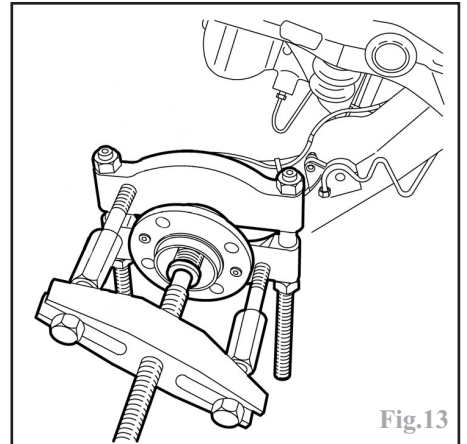

Fig.13
-l'ensemble moyeu - roulement à l'aide d'un extracteur approprié (Fig.13).